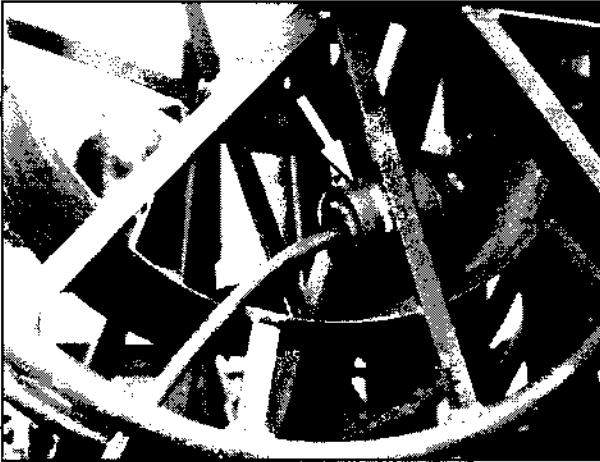

Bild 97
5. Stecker des Stromversorgungskabels in die Aufnahme der Kabeltrommel stecken (Bild 97/Pfeil) und Stromversorgungskabel auftrommeln.